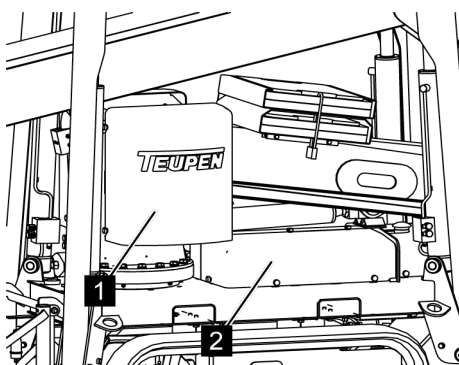

Fig. 80: Enlever les capots
2. → Desserrer les vis moletées des capots (Voir la Fig. 80/1 et 2), et enlever les capots.
Sous le capot (Voir la Fig. 80/1), il y a les vannes pour la commande de la plateforme (☞ Chapitre 6.13 « Fonctions des vannes » à la page 97), et sous le capot (Voir la Fig. 80/2), les vannes pour les appuis (☞ Chapitre 6.13 « Fonctions des vannes » à la page 97).